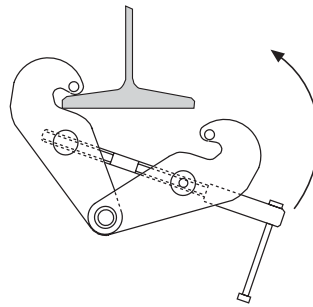
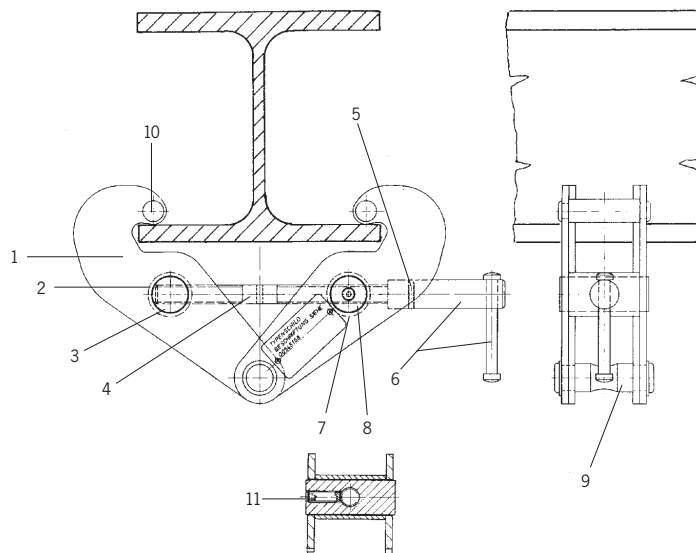

Fig. 4
Fig. 5
Das Lastaufnahmemittel wird durch Drehen an der Spindel gegen den Uhrzeigersinn so weit geöffnet, bis es auf den Träger gesetzt werden kann (Fig. 4). Durch Drehen der Spindel im Uhrzeigersinn wird das Lastaufnahmemittel geschlossen. Hierbei sollen die Klemmbacken die Kanten des Trägerflansches voll umfassen, so dass die Lastpunkte auf der Oberfläche des Trägerflansches ruhen. Das Lastaufnahmemittel kann gegen unbeabsichtigtes Lösen bzw. Öffnen gesichert werden. Hierzu muss der in der Längsachse der Spannmutter eingesetzte Gewindestift (Fig. 5) mit einem Innensechskantschlüssel fest eingedreht werden. Die vor dem Gewindestift eingelegte Kupferscheibe verhindert die Beschädigung der Spindelstange. Bei der Demontage des Lastaufnahmemittels muss der Gewindestift zuerst gelöst werden. Die Last immer mittig in den verjüngten Teil der Traverse einhängen.
The beam clamp jaws are opened wide enough to pass over the beam profile (Fig. 4). By turning the spindle in the opposite direction, the jaws close and clasp the beam flange. The beam clamp jaws must completely grip the profile so that the load is on the top of the beam flange and not on the edge.
To ensure the clamp remains tightly clamped and be locked against unintended loosening, the set screw which is fitted in the longitudinal axis of the tensioning nut (Fig 5, item 11), must be tightened. A copper flat on the tip of the set screw prevents damage to the spindle. When removing the beam clamp the set screw has to be loosened first.